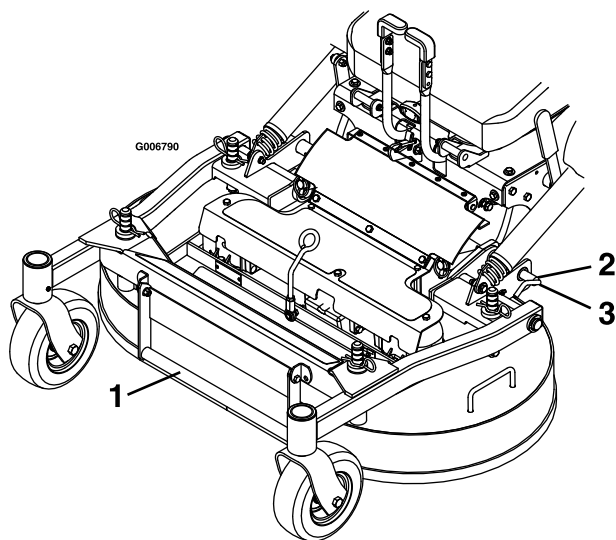

Figure 21
5. Dégagez les goupilles de verrouillage de chaque côté du plateau de coupe (Figure 21).
4. Enfoncez les goupilles de verrouillage du plateau vers l'intérieur et tournez-les vers l'avant pour verrouiller solidement le plateau en position abaissée (Figure 21).